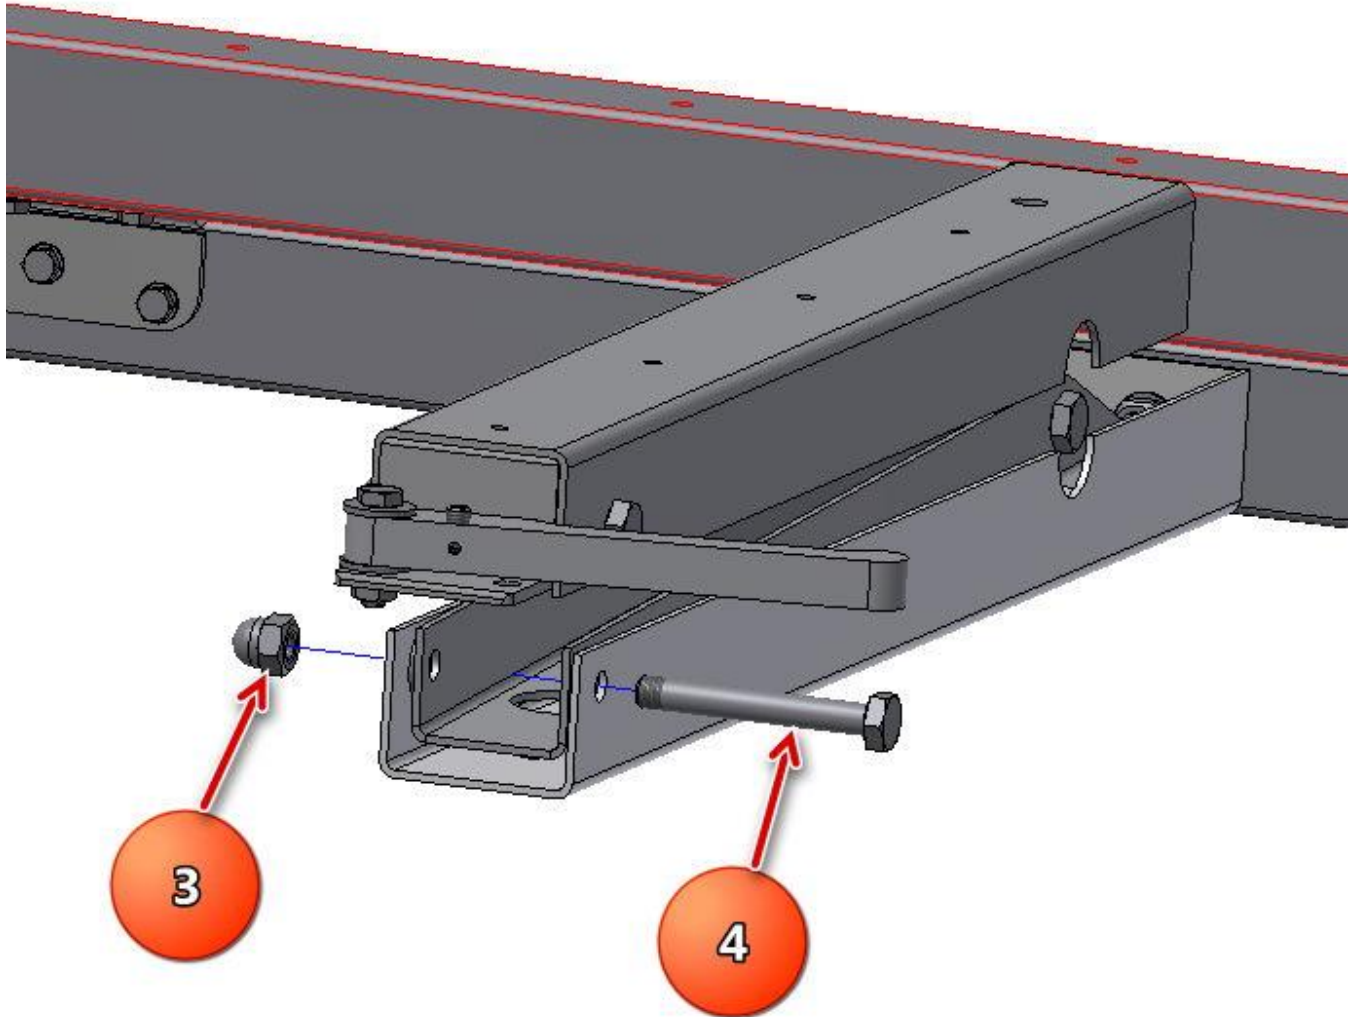

Рис.2
3. Окрутите колпачковую гайку М6 поз.3 и извлеките болт М6х55 поз.4, Рис.2